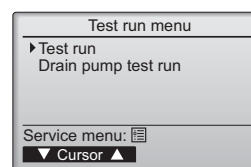

Fig. 7-4
- ④ С помощью кнопки [F1] или [F2] выберите пункт "Test run" (Тестовый прогон) и нажмите кнопку ☑. (Fig. 7-4)